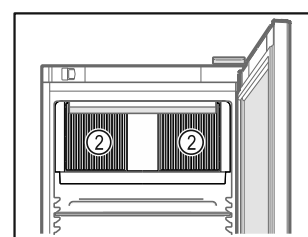

Fig. 31
- Mantenere libere le fessure di ventilazione Fig. 31 (2) della ventola di ricircolo nel vano interno.